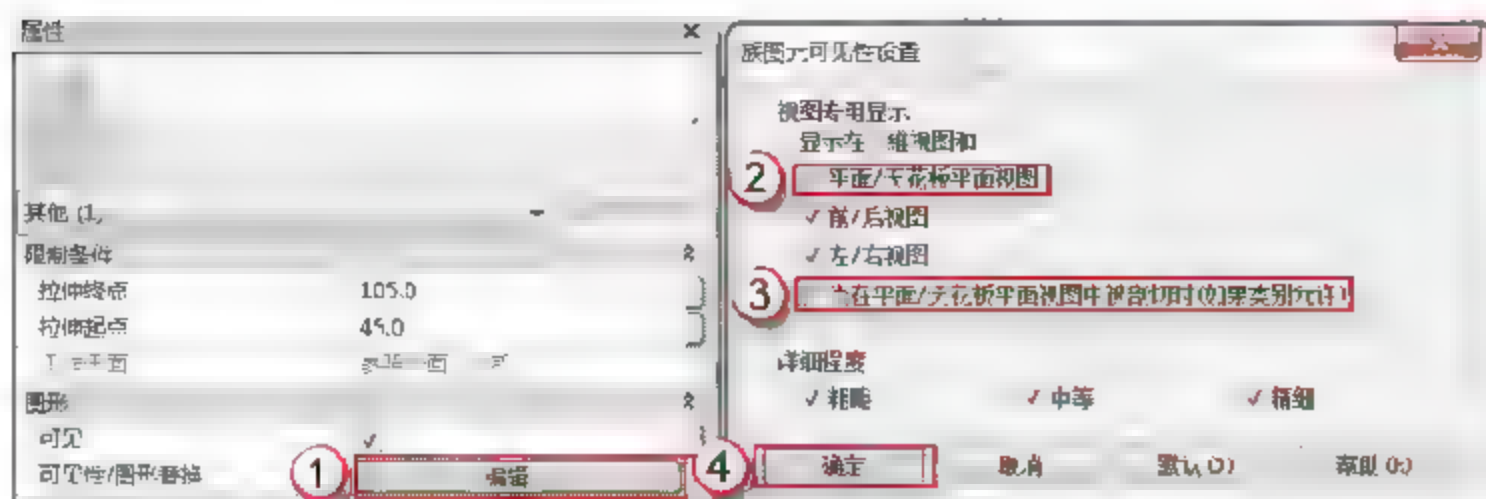
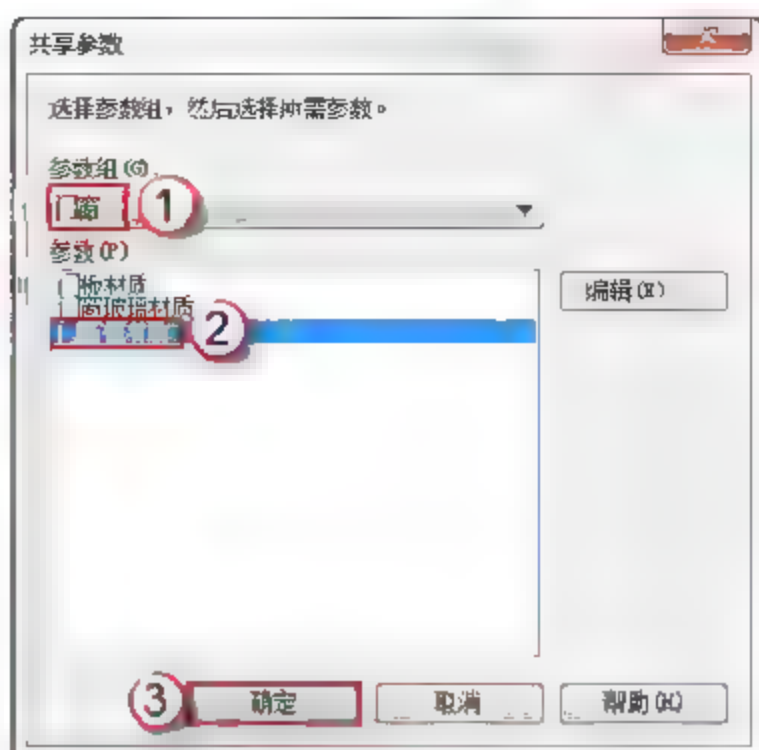

图 7.1.38 修改窗框的可见性
图 7.1.39 添加窗框材质
(6) 修改 GC4010 窗框的可见性。在窗框的“属性”面板中，单击“图形”栏“可见性/图形替换”后的“编辑”按钮，弹出“族图元可见性设置”对话框，取消“平面/天花板平面视图”和“当在平面/天花板平面视图被剖切时（如果类别允许）”复选框的选择，单击“确定”按钮，如图 7.1.38 所示。
(7) 添加 GC4010 窗框材质。在窗框的“属性”面板中，单击“材质和装饰”栏“材质”右侧的空白按钮，弹出“关联族参数”对话框，单击“添加参数(D)”按钮，弹出“参数属性”对话框。选中“共享参数”单选按钮，单击“确定”按钮，弹出“共享参数”对
话框，在“参数组 (G)”中选择“门窗”选项，在“参数 (P)”中选择“门窗框材质”选项，单击“确定”按钮，如图 7.1.39 所示。